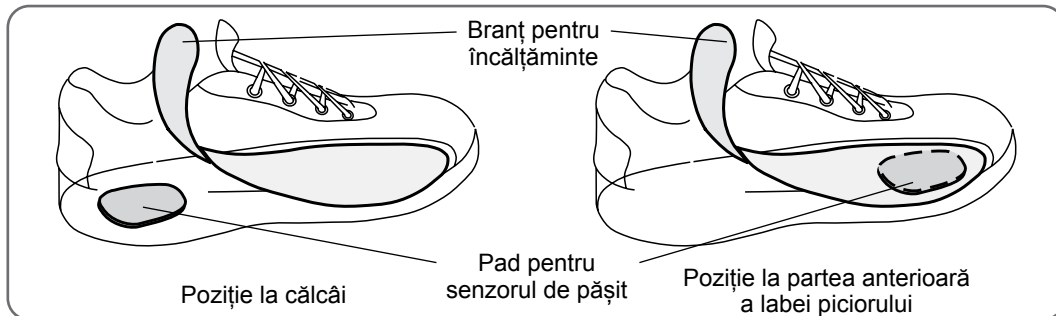

Figura 6-17: Plasarea padului pentru senzorul pentru picior
2. Atașați un pad pentru senzorul pentru picior sub branț în poziția stabilită de către medicul clinician. Consultați Figura 6-17.